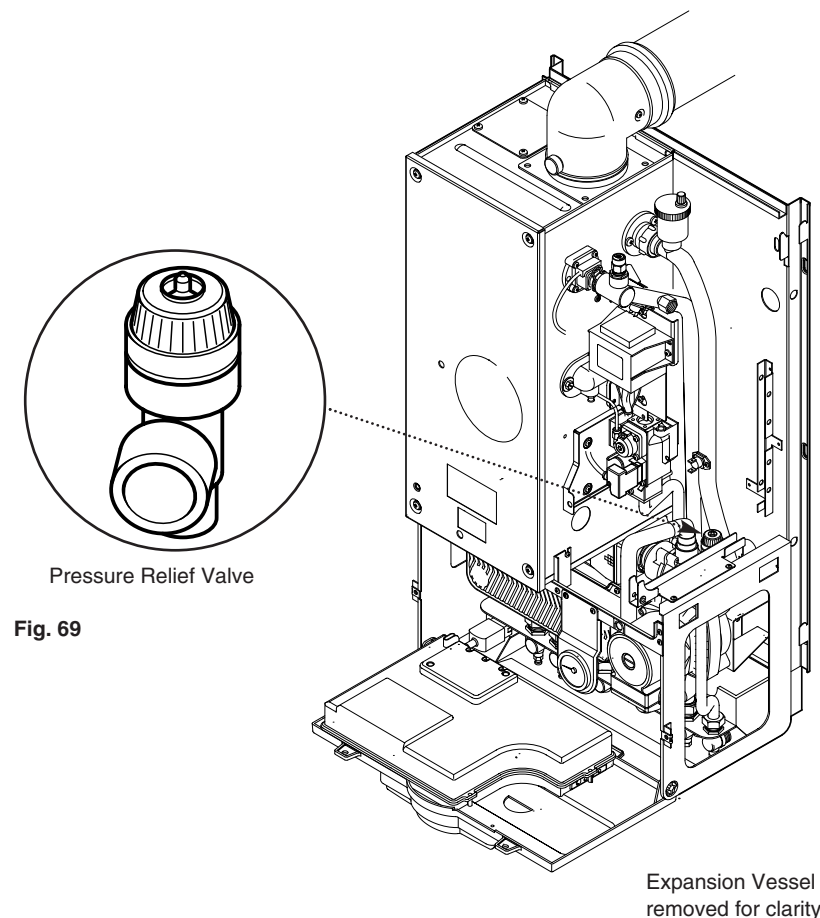

Fig. 69
13.13 Pressure Relief Valve (Fig. 69)